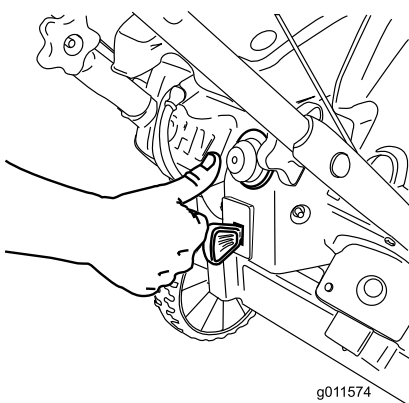

Figura18
3. Împingeți ferm pistonul de 2 ori cu degetul mare, ținându-l timp de o secundă înainte de a-l elibera de fiecare dată (Figura18).